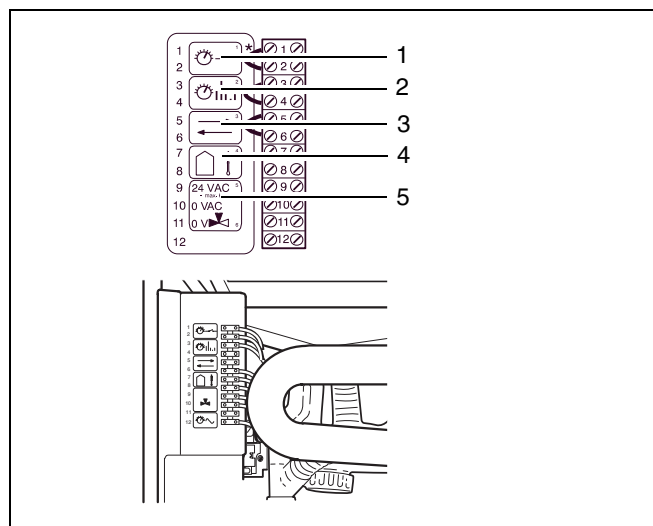

Fig. 13 Collegamento apparecchio di regolazione
- In caso di valvola a tre vie senza spina: Collegare la valvola a tre vie ai morsetti 9 e 11 della morsettiera (fig. 13, pos.5).
- Rimuovere il ponte e collegare l'apparecchio di regolazione alla morsettiera attenendosi allo schema elettrico (fig. 13).
Legenda fig. 13: